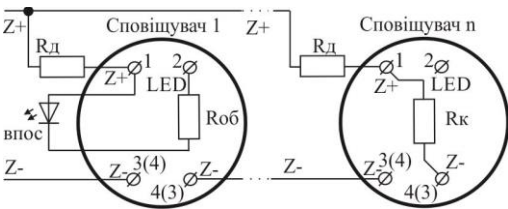

Рисунок 4.2 – Підключення ВПОС або світлодіода
4.5 Якщо за проектом використовують ВПОС з живленням від ШС, то його мінусовий контакт через резистор Rоб з’єднують з гвинтовою клемою з маркуванням «**2**» (**LED**), а плюсовий – гвинтовою клемою з маркуванням «**1**» (**Z+**) (Рис. 4.2, номінал Rоб залежить від типу ВПОС і його робочого струму, а також чи використовується Rд; сума Rд та Rоб має бути не менше 3 кОм). Рекомендується використовувати ВПОС виробництва ТОВ «Тірас-12», підключивши його через резистор Rоб з опором не менше 3 кОм. Допускається використовувати інший пристрій індикації з малим струмом споживання (приблизно 1 мА). ВПОС дублює основний індикатор в режимах пожежі та несправності.